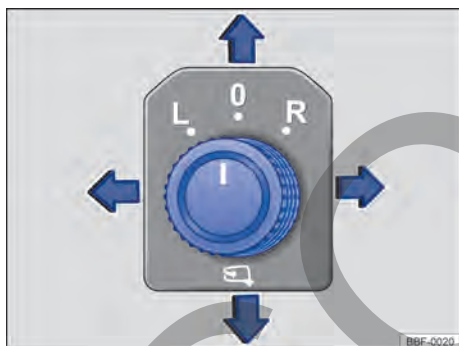

Fig. 78 En la puerta del conductor: mando giratorio de ajuste de los espejos retrovisores externos eléctricos.
- Girar la perilla en la puerta del conductor hasta el símbolo deseado → fig. 78.